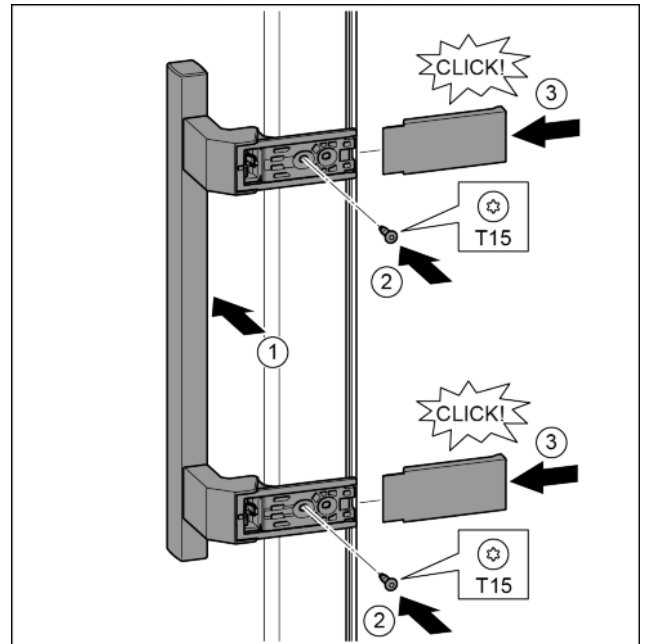

Fig. 21
- ▶ Griff auf der Gegenseite ansetzen. Fig. 21 (1)
- ▶ Schrauben mit Schraubendreher T15 festschrauben. Fig. 21 (2)
- ▶ Abdeckungen seitlich ansetzen und aufschieben. Fig. 21 (3)